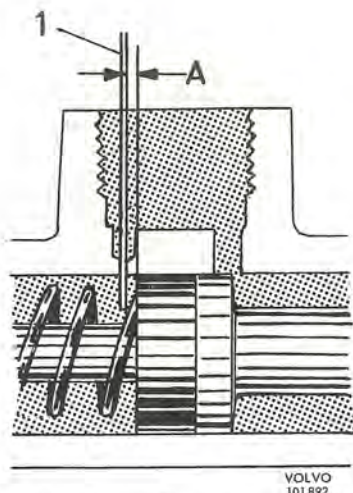

Bild 54. Kontroll av utjämningshål
3. Kontrollera att hålet för stoppskraven är fritt och montera skruv (18) och tätningsbricka (17). Åtdragningsmoment 1,0—1,2 kpm.
4. Kontrollera kolvarnas rörelse och att genomströmningshålen är fria. Utjämningshålet kontrolleras genom att sticka ner en mjuk koppartråd med diametern 0,5 mm, se bild 54. Är utjämningshålet inte fritt är huvudcylindern i regel felaktigt hopsatt.
6. Kontrollera kolvarnas rörelse och att genomströmningshålen är fria. Utjämningshålen kontrolleras genom att sticka ner en mjuk koppartråd med diametern 0,5 mm jämför bild 54. Är utjämningshålet inte fritt är huvudcylindern i regel felaktigt hopsatt.